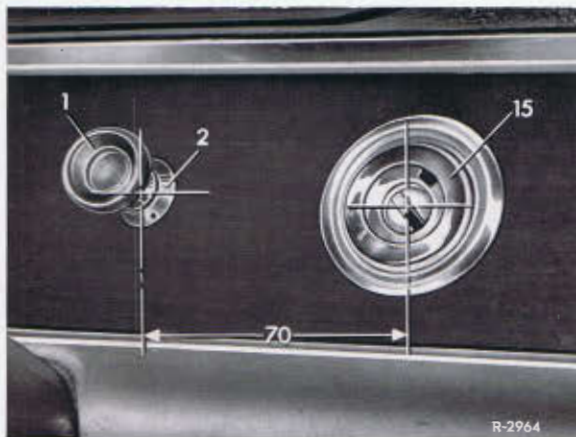

Bild 82-3/4
2. Außer bei den Typen 230 SL, 250 SL (bis Fahrgestell-End-Nr. 002979) und 600, sofern nicht bereits vorhanden, zwei Befestigungslöcher mit 3,5 mm ϕ in den Halter für Steckerkupplung bohren und den Halter (4) mit den Sechskantblechschrauben (5) anschrauben (Bild 82-3/6).
3. In die Instrumententafel ein Loch mit 10,5 mm ϕ bohren (Bild 82-3/1 bis 5).